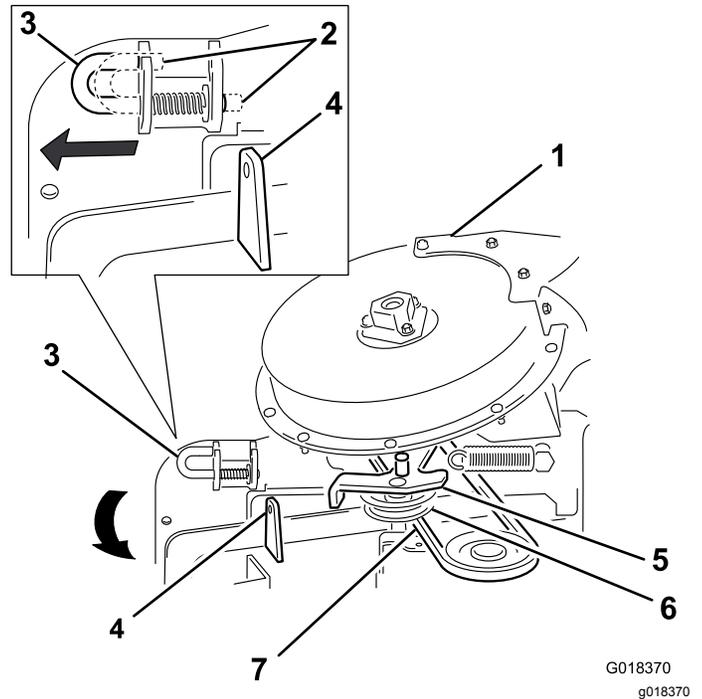

Figura 38
6. Mueva el pestillo de la posición de bloqueo a la posición de abierto (Figura 38).
7. Cierre el conjunto del soplador y alinee el pestillo con el taladro del soporte del conducto (Figura 38).